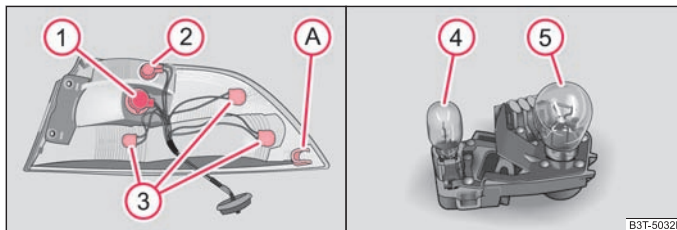

Fig. 215 Partea exterioară a unității de iluminat: Becuri / partea interioară a unității de iluminat spate: becurile
- Pentru montare, introduceți mai întâi unitatea de iluminat cu punctul **A** ⇒ pagina 252, fig. 215 în față, în bolțul din caroserie.
- Pentru înlocuirea unui bec al lămpii de marșarier ④ ⇒ pagina 252, fig. 215 scoateți becul defect din dulia și înlocuiți-l cu unul nou.
- Pentru înlocuirea becului lămpii de ceață din spate ⑤ ⇒ pagina 252, fig. 215 rotiți becul defect până la limită spre stânga, și scoateți-l.
Disponerea becurilor în unitatea exterioră de iluminat din spate ⇒ pagina 252, fig. 215 - stânga.
Disponerea becurilor în unitatea interioară de iluminat din spate ⇒ pagina 252, fig. 215 din dreapta.